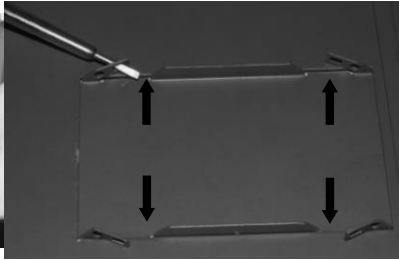

图 2-3 键盘拆卸图示
- 键盘的拆卸：将手指放在键盘上方的手指插入槽，略微用力向下按压，再轻轻往外拉即可拆下键盘；如图 2-3 所示。